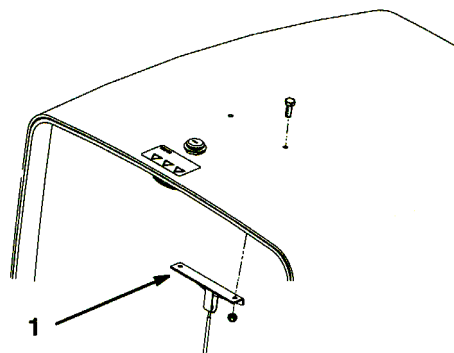

図3
1. フード・ケーブル・ブラケットをフードの裏側に固定しているネジ 2 本を外す (図3)。